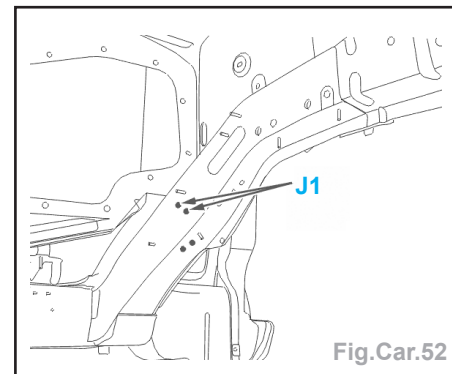

Fig.Car.52
- Souder par points électriques (suivant **J1**) (Fig.Car.52).